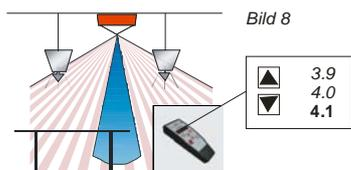

Bild 8
- Mit QuickSet plus im Menu „Helligkeit“ die Werte in aufsteigender oder absteigender Reihenfolge zum Melder schicken (Bild 8).